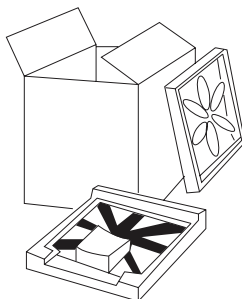

Fig. 1
- Comme montré sur la figure 1, retirez tous les matériaux d'emballage (dont la mousse).